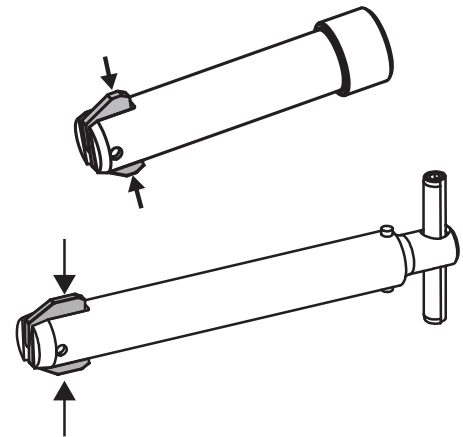

Figure 15
27. Retirer la broche de l'étrier, la selle et le conduit de la cintreuse. Comprimer les bascules et tirer les broches de l'étrier et de la selle pour déconnecter les accessoires. (Fig. 15)